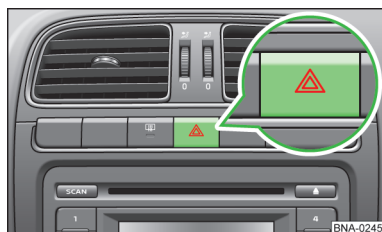

Fig. 32
- › To switch on/off, press the  button » fig. 32.